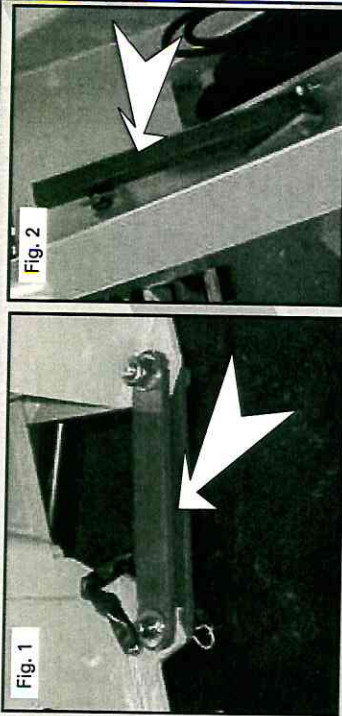

Fig. 1
- Coloque la fijación del pivote (Fig. 1)